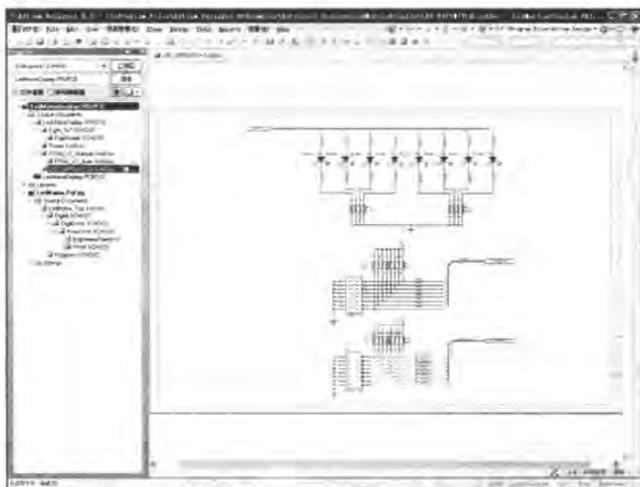

图 3-19 显示整个文件
- [1] 在原理图编辑环境中, 执行 **【View】 / 【Fit Document】** 命令, 编辑窗口内将显示整张原理图的内容, 包括图纸边框等, 如图 3-19 所示。该状态下, 用户可以观察并调整整张原理图的布局。